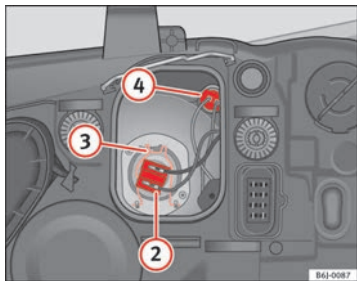

Abb. 136 Standlicht
- Den Stecker ⇒ Abb. 136 (2) von der Lampe abziehen.
- Die Haltefeder ⇒ Abb. 136 (3) durch Eindrücken und Rechtsdrehung abnehmen.